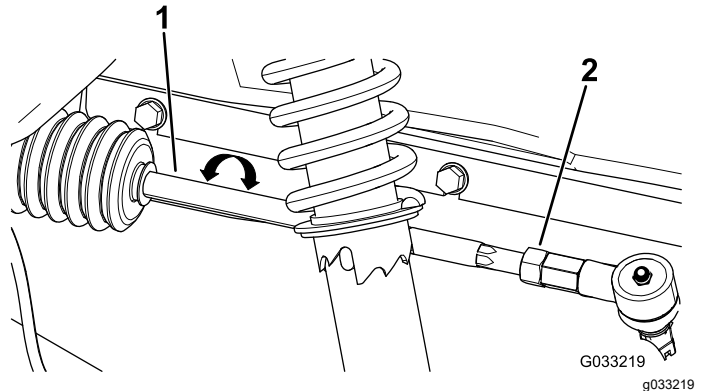

Figura 55
3. Si la distancia no es de entre 0 y 6 mm, afloje las contratuercas en el extremo exterior de las bielas (Figura 55).